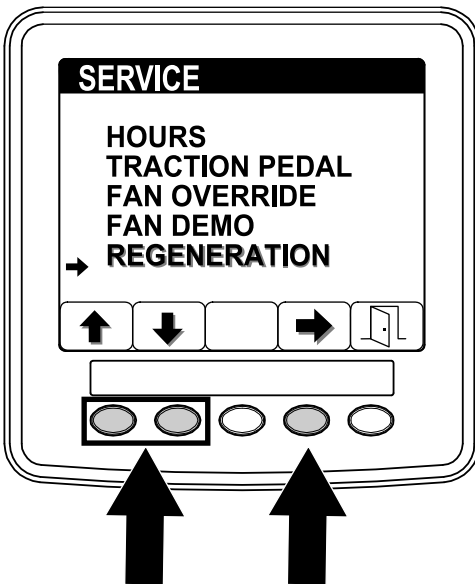

Figura 67
2. No menu de MANUTENÇÃO, prima o botão 1 ou o botão 2 para alcançar a opção de REGENERAÇÃO e prima o botão 4 para selecionar a entrada de REGENERAÇÃO (Figura 67).